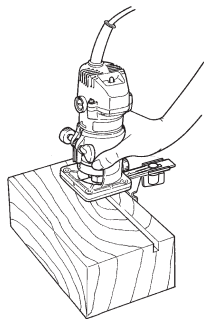

図 15
(3) 加工は前ページの送り方向に合わせてご使用ください。(図 15)